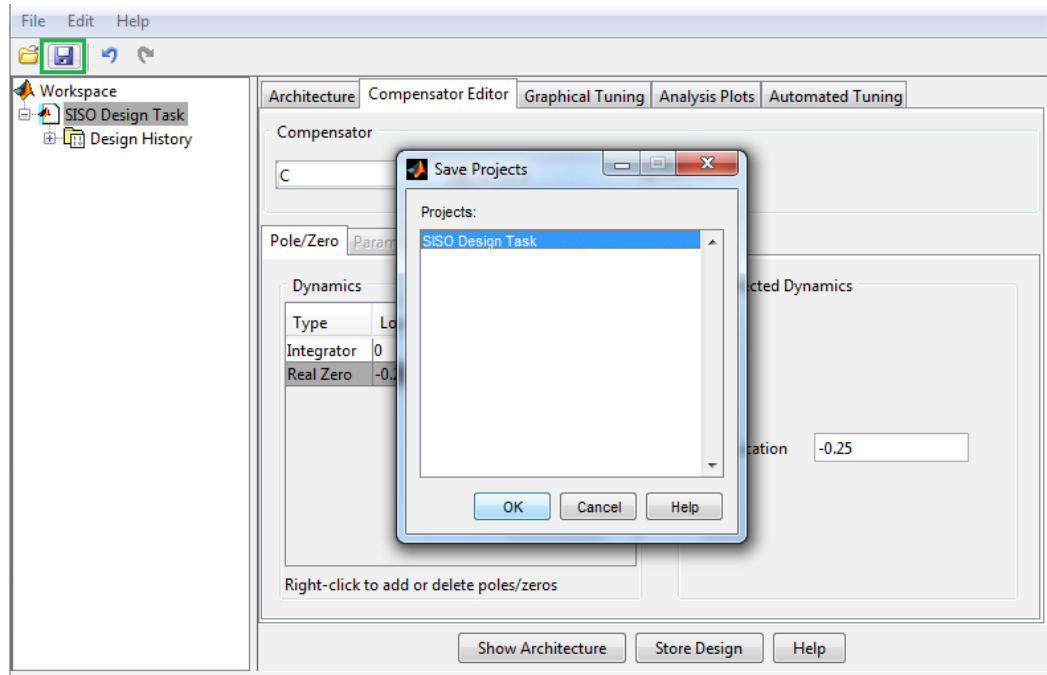

Figura 59. Esquema guardado archivos Sisotool.
- Guarde el modelo de sintonización haciendo Click sobre el dibujo del disquete del recuadro verde de la figura 59, se despliega una ventana, en ella escoja la opción *SISO Design Task* y de click en OK.